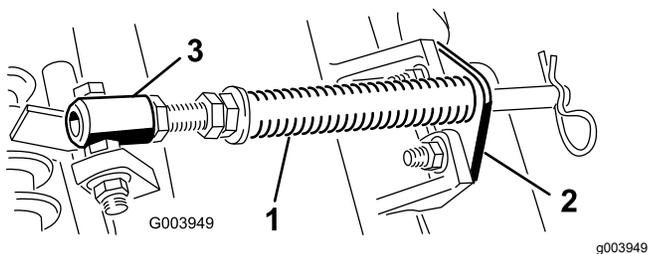

Рисунок 4
1. Удалите два каретных болта и гайки, которые крепят кронштейн штока к выступам режущего блока (Рисунок 4).
2. Отверните фланцевую гайку, которая крепит болт трубки пружины к выступу несущей рамы (**Рисунок 4**). Снимите этот узел.
Примечание: Головку болта следует расположить в направлении наружной стороны выступа, как показано на **Рисунок 4**.